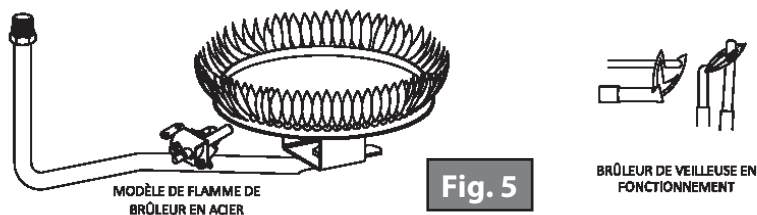

Fig. 5
**Brûleur en acier:** Ces modèles sont équipés d'un mélange d'air autoréglable et n'ont pas d'obturateur d'air réglable (voir Figure 5). À intervalles réguliers, une vérification visuelle des flammes du brûleur principal et de la veilleuse doit être effectuée pour déterminer si elles brûlent correctement. La flamme du brûleur principal doit s'allumer doucement à partir de la veilleuse.